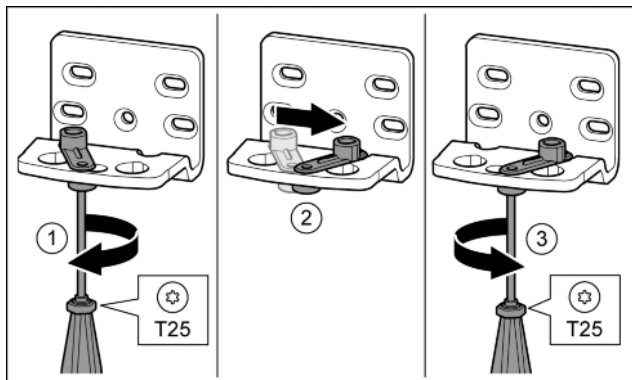

Fig. 17
- ▶ За допомогою викрутки T25 послабте гвинт. Fig. 17 (1)
- ▶ Допоміжний засіб для закривання дверцят підніміть і поверніть в отворі праворуч на 90°. Fig. 17 (2)
- ▶ За допомогою викрутки T25 закрутіть гвинт. Fig. 17 (3)